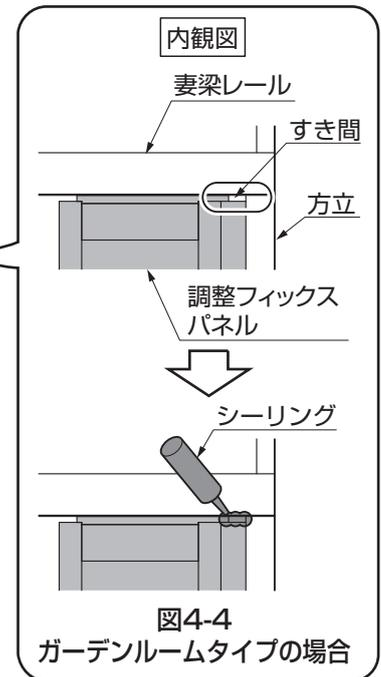

図4-4
- ガーデンルームタイプの場合は、妻梁レール、調整フィックスパネル、方立のすき間にシーリングをしてください。(図4-4参照)